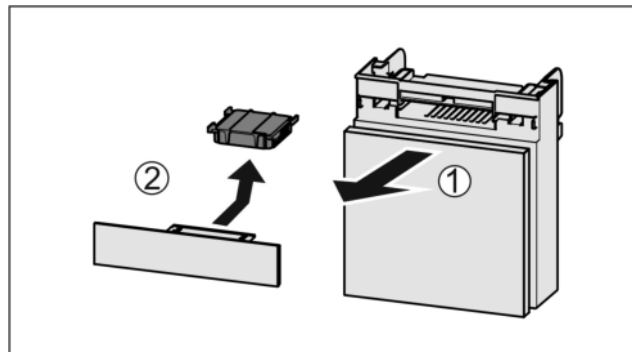

Fig. 102
- Fach nach vorne herausziehen Fig. 102 (1).
- Aktivkohlefilter entnehmen Fig. 102 (2).